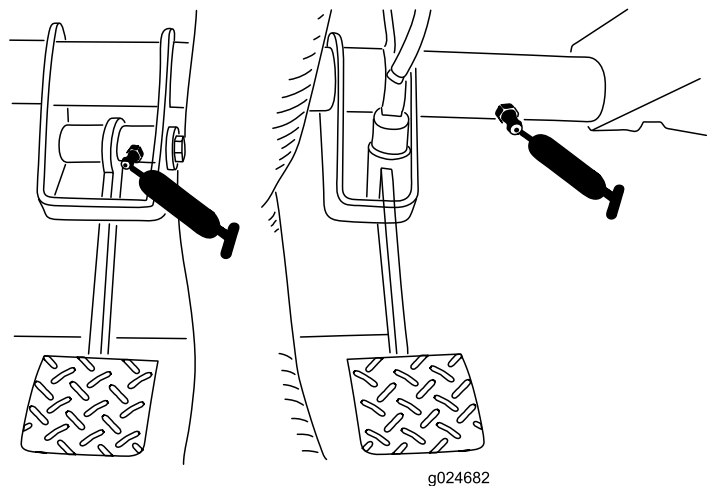

Figure 42
- Embrayage (1) et frein (1), comme montré à la Figure 42